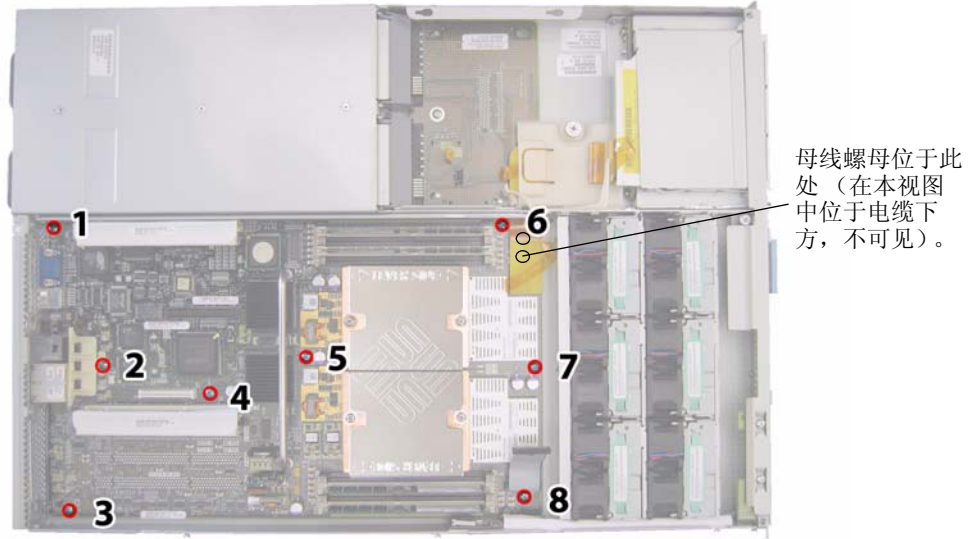

图 3-52 主板固定螺丝和母线螺母的位置
14. 旋下将主板固定到机箱底板上的八颗螺丝。有关这八颗螺丝的位置，请参见图 3-52。
15. 使用 8-mm 螺母扳手从主板上卸下母线螺母。请参见图 3-52。